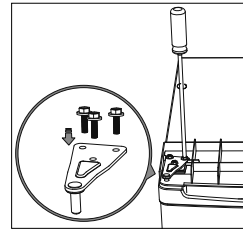
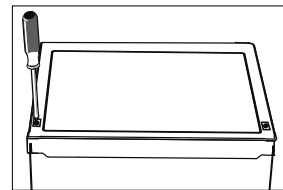

Abb. 10
Abb. 11
- ▶ Setzen Sie bei geschlossener Tür das obere Scharnier (10) mit dem Bolzen in die obere Türbuchse ein (Abb. 10).
- ▶ Richten Sie die Tür waagrecht aus. Nehmen Sie hier ggf. eine Wasserwaage zur Hilfe. Nun schrauben Sie das obere Scharnier mit den drei Halterungsschrauben (9) fest.
- ▶ Setzen Sie die Geräteabdeckung (8) wieder auf, so dass sie seitlich hinter der Tür einrastet.
- ▶ Ziehen Sie die beiden Schrauben (6) hinten an der Geräteabdeckung mit einem Kreuzschlitzschraubendreher wieder fest (Abb. 11)
- ▶ Setzen Sie die Schraubenabdeckungen (7) wieder ein.